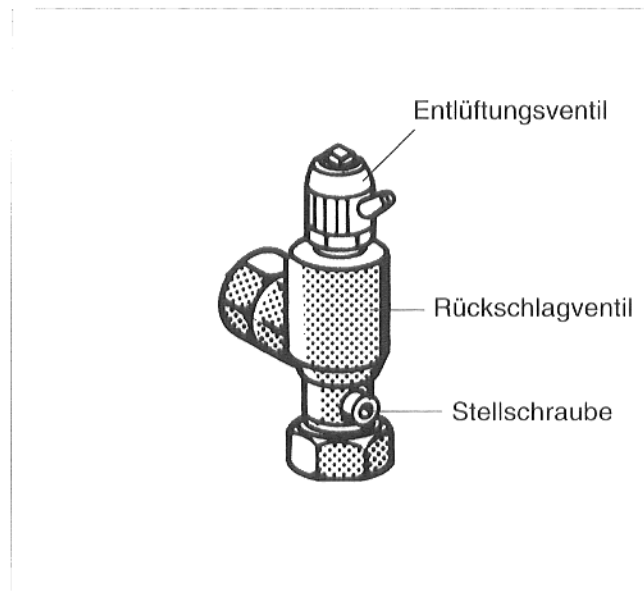

Abb. 11
- Schraubenschlitz der Stellschraube des Rückschlagventiles in senkrechte Stellung bringen (manuell geöffnet) (Abb. 11).
- Entlüftungsventil öffnen (Abb. 11).